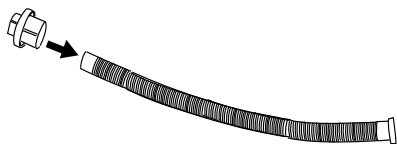
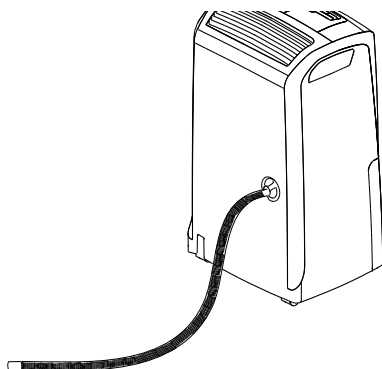
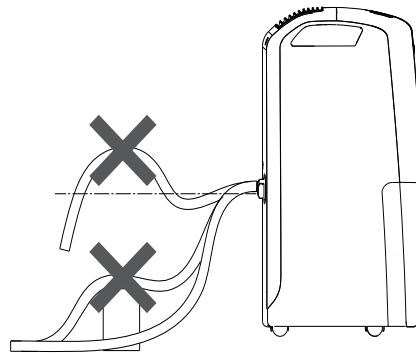

fig. 3
fig. 4
fig. 5
- 2) Inserte el tapón para desagüe **1** en la mayoría de desagüe de agua de condensación (**8**) hasta el extremo (fig. 3) y en ros que después el tapón de la boquilla. (fig. 4).
- 3) Asegúrese de que el extremo de la manguera no quede más arriba que la boquilla (Fig. 3) o el agua podría estancarse en el depósito. Asegúrese de que no haya estrangulamientos en la manguera (Fig. 5).